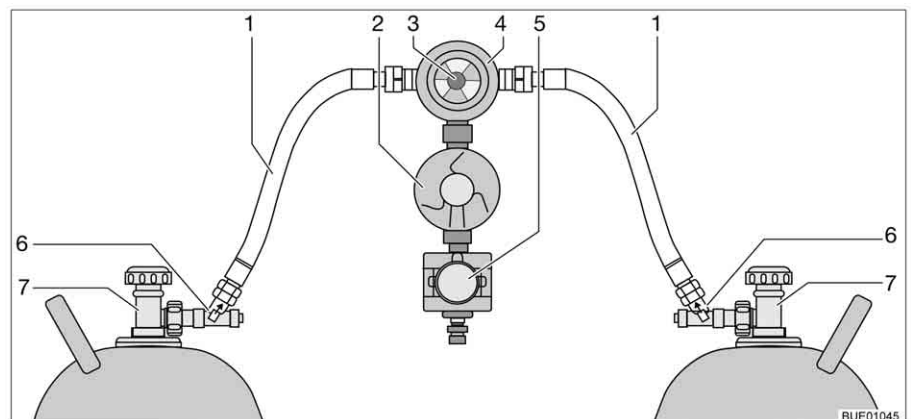

Fig. 146 Impianto di commutazione Crash Protection Unit
La Crash Protection Unit consiste di due limitatori di flusso con sblocco manuale (Fig. 146,6), di una valvola di commutazione (Fig. 146,4) con regolatore di pressione (Fig. 146,2), di una elettrovalvola (Fig. 146,5) e di una centralina di controllo con LED a tre colori. La valvola di commutazione viene montata tra i due tubi del gas (Fig. 146,1).
Con la manopola (Fig. 146,3) sulla valvola di commutazione è possibile stabilire, quale delle bombole del gas viene utilizzata come bombola in uso e quale bombola del gas viene utilizzata come bombola di riserva.
Sulla centralina di controllo (Fig. 147) possono venire azionate solo le funzioni elettriche. Le valvole principali di arresto delle bombole del gas (Fig. 146,7) e gli sblocchi (Fig. 146,6) devono essere aperti a mano.
- Aprire le valvole principali di arresto delle bombole del gas (Fig. 146,7).
- Premere gli sblocchi (Fig. 146,6) uno dopo l'altro per 10 secondi.
- Con la manopola (Fig. 146,3) sulla valvola di commutazione (Fig. 146,4) selezionare la bombola del gas, da cui proviene la principale alimentazione del gas (bombola in uso).
- Chiudere le valvole principali di arresto delle bombole del gas (Fig. 146,7).